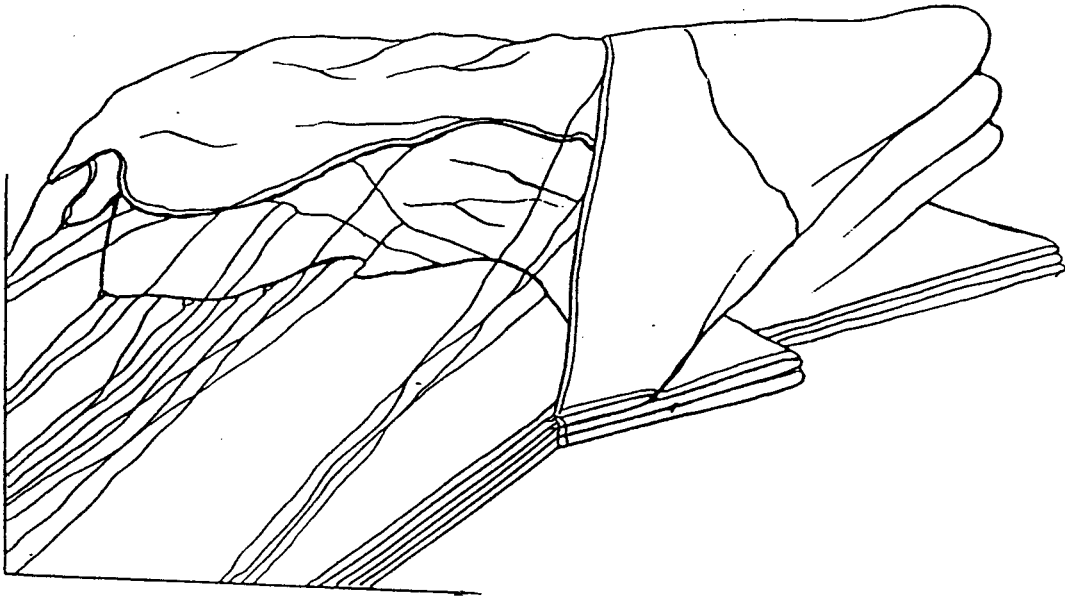

Рис. 6
- 3) расправить боковое полотнище между стропами второго и третьего, третьего и четвертого рядов (рис. 6);